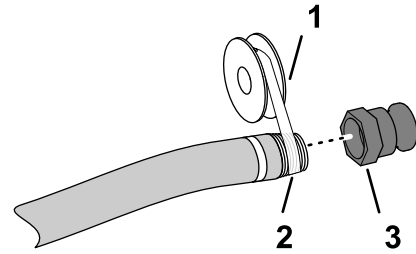

Bild 4
- Tragen Sie PTFE-Gewindedichtungsmittel auf das Gewinde des Füllschlauch-Anschlusstück auf (1") (Bild 4).
- Schrauben Sie die Schnelltrennkupplung auf den Füllschlauch und ziehen sie mit der Hand fest (Bild 4).